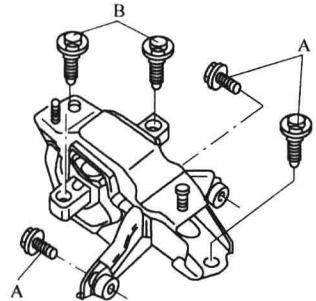

图 1-7 变速器机组支撑
13) 变速器机组支撑的结构如图 1-7 所示, 拧紧力矩 A = 50N·m + 继续转动 90°(1/4 圈); B = 40N·m + 继续转动 90°(1/4 圈)。